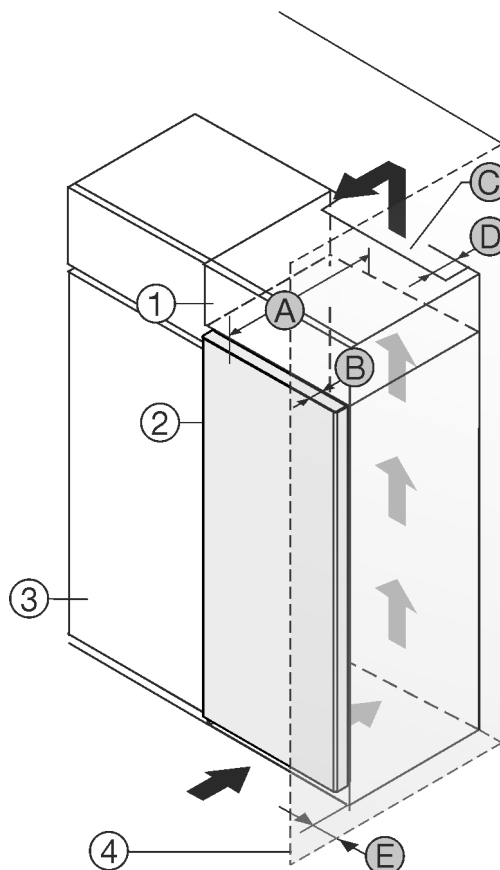

Fig. 1
- (1) 附加柜 *
- (2) 冰箱 *
- (3) 餐具柜 *
- (4) 墙壁 *
- (5) 冰箱深度 *
- (6) 门深度 *
- (7) 通风横截面 *
- (8) 冰箱背面间距 *
- (9) 到冰箱侧面的间距 *
您可以将冰箱直接放置在餐具柜 Fig. 1 (3) 旁边。*
在附加柜背面必须有一个竖风道，其深度 Fig. 1 (8) 应超过整个附加柜宽度。*
盖板下必须保有通风横截面 Fig. 1 (7)。*
如果将带铰链的冰箱放置在墙壁 Fig. 1 (4) 边，冰箱和墙壁必须至少相距 13 mm。*
如果将带铰链的冰箱放置在墙壁 Fig. 1 (4) 边，冰箱和墙壁必须至少相距 20 mm。*
为了能完全打开门，冰箱必须凸出橱柜正面一定门深度 Fig. 1 (6)。根据餐具柜 Fig. 1 (3) 的深度，使用壁距调整垫片可以使冰箱更为凸出。*